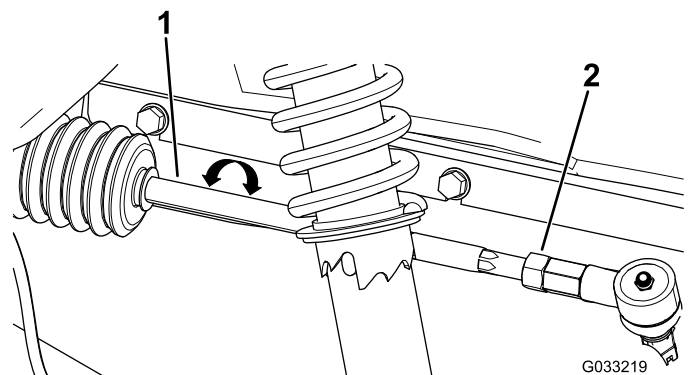

Figure 52
2. Si la mesure n'est pas comprise entre 0 et +/- 3 mm (0 et +/-1/8 po), desserrez les écrous de blocage aux extrémités extérieures des biellettes (Figure 52).